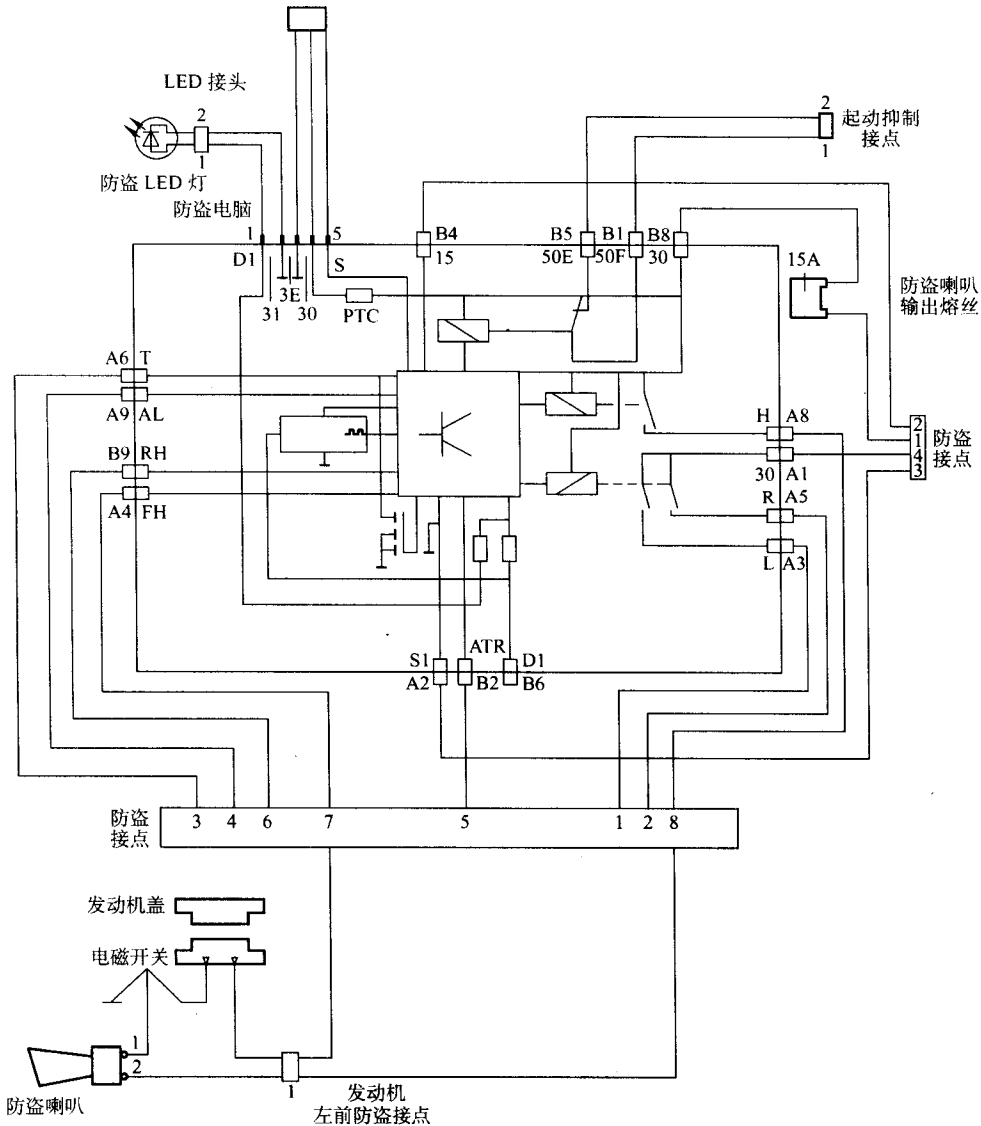

图 1-5 富豪 940 (Volvo 940) 汽车的防盗电路图
(1) 使起动机无法工作。图 1-5 是富豪 940 (Volvo 940) 汽车的防盗电路图, 该图右上角有一根线是接起动机断电器的。该线外部连接至断电器控制线路, 通过防盗电脑来控制该线是否搭铁, 从而控制断电器是否闭合, 这样就达到控制起动机是否能正常工作的目的。